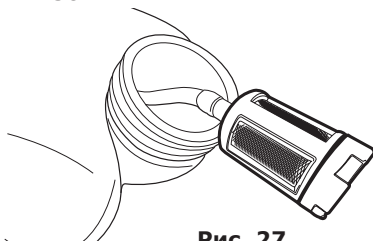

Рис. 27
- Извлеките топливный шланг с фильтром и через заливную горловину (рис. 27).